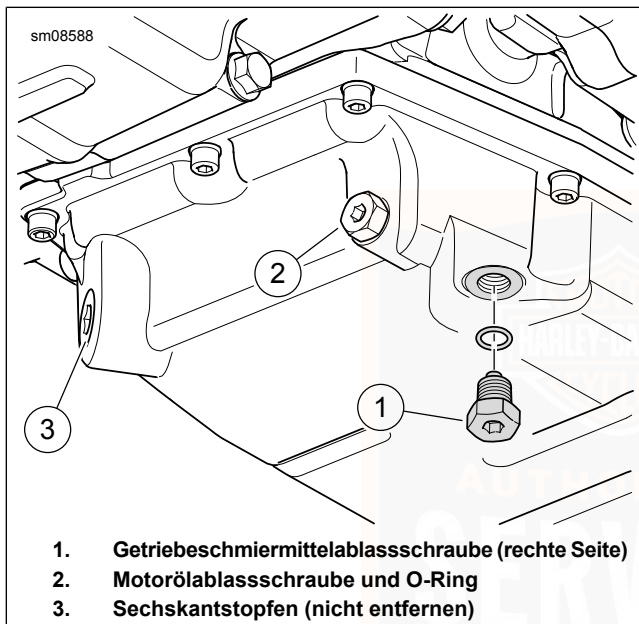

Abbildung 68. Getriebeschmiermittelablass
2. Siehe Abbildung 68. Die Getriebschmiermittel-Ablassschraube entfernen. Getriebe entleeren.